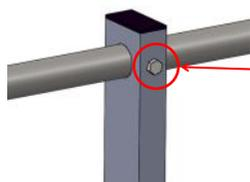

fig. 14
- Inserire i tubolari \varnothing 32 mm attraverso gli appositi fori ricavati sui montanti; **I tubolari che formano il corrimano ed il corrente intermedio devono essere innestati tra di loro per tutta la lunghezza della conificazione! Inoltre devono essere fissati tra loro da viti autoforanti.** (figg. 12 e 13). Una volta nella corretta posizione bloccarli mediante le appositi viti M8x13) (fig. 14)